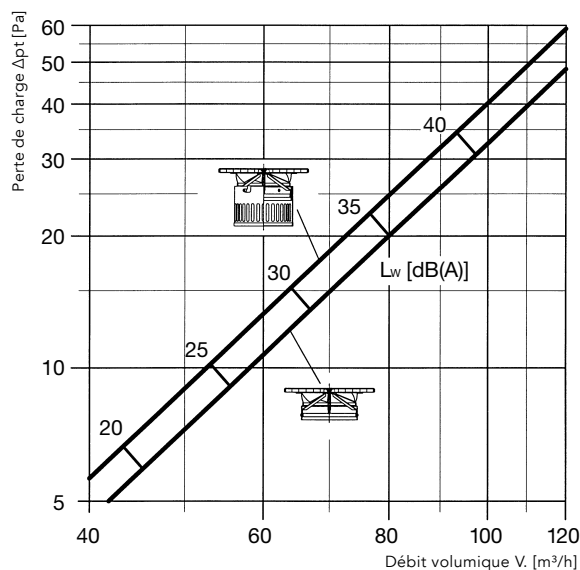

Fig. 7 BZD 200/125 et BZD 200-M, perte de charge et niveau de puissance acoustique
Les figures 7 à 9 présentent la puissance acoustique en dB(A) et la perte de charge en Pa pour les trois variantes du BZD.